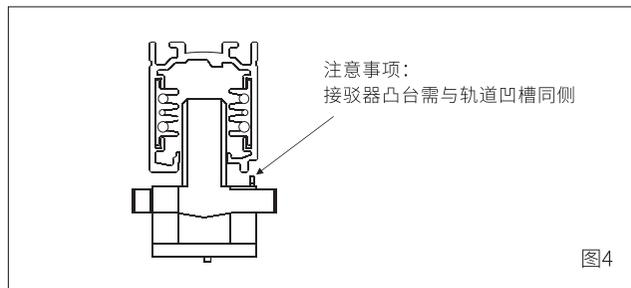

图4
5. 将接驳器侧面凸起筋条对准轨道上相应凹槽, 然后将接驳器推入轨道槽内 (图4) ;